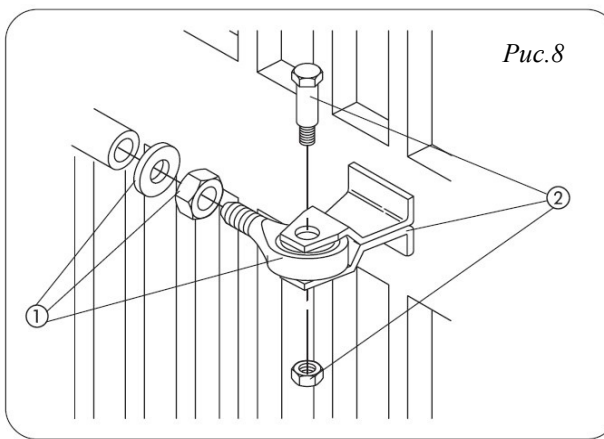

Рис.8
- 3) Вверните наполовину переднее кольцо привода в штоk (Рис. 8 ①) и затяните его гайкой.
- 7) Установите передний кронштейн на штоk (Рис.8 ②)